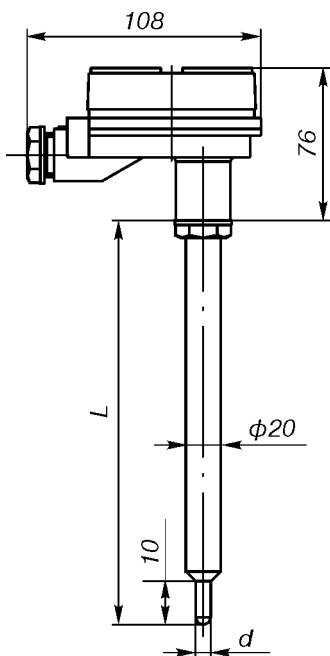

Рис.4.
**Назначение:** преобразователи термоэлектрические **ТХА Метран-231 и ТХК Метран-232** по рис.4, 5 предназначены для измерения температуры продуктов сгорания жидкого или газообразного топлива в пульсирующем потоке, движущемся со скоростью до 170 м/с с давлением до 3 МПа; скорость изменения температуры измеряемой среды до 150°C/мин.